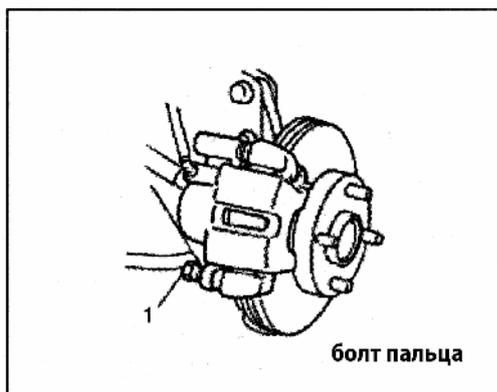

Рис. 644
- 4) Снимите болт пальца (Рис. 644).